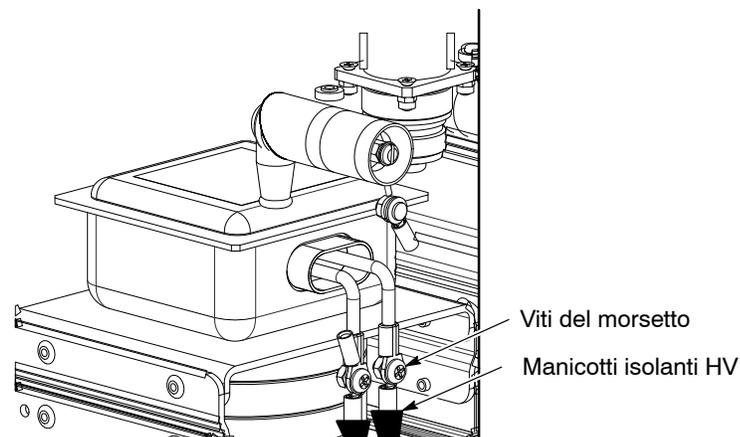

Figura 6-18 Smontaggio del magnetrone
2. Vedi figura 6-18. Tagliare i quattro lacci che fissano i manicotti isolanti ad alta tensione (HV) neri ai cavi HV. Sfilare verso il basso i manicotti per scoprire i due collegamenti terminali a tenaglia.
2. Vedi figura 6-18. Tagliare i quattro lacci che fissano i manicotti isolanti HV neri ai cavi HV sul magnetrone. Sfilare verso il basso i manicotti per scoprire i collegamenti terminali a tenaglia.
13. Vedi figura 6-18. Usare le viti rimosse al punto 3 per collegare il cavo secondario X2 alla spiralina del terminale **F** del magnetrone. Collegare il cavo secondario X1 e il cavo HV 20 AWG con ferrite alla spiralina del terminale **FA**.